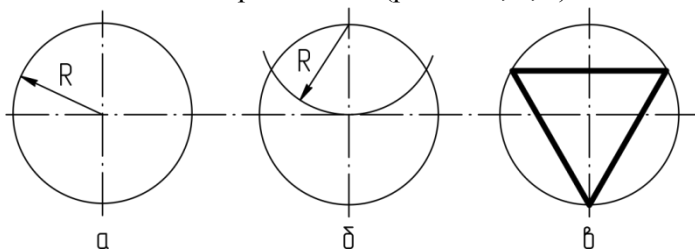

Рис. 10
5.1. Поділ кола на три частини (рис. 10 а, б, в).